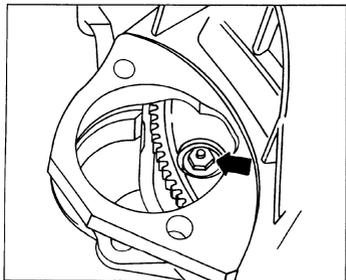

图 2-25 拧下变矩器的 3 个螺母
68) 从拆下起动机的开口处, 用 SW15 matra V175 拧下图 2-25 箭头所示变矩器的 3 个螺母 (每个螺母曲轴转动 1/3 圈)。